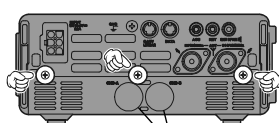

図2
3. 本体背面にある3本のビスを外し(図2参照)、FT-897D本体の底面ケースを外します。
7. 充電端子カバー(図2参照)を取り外します。